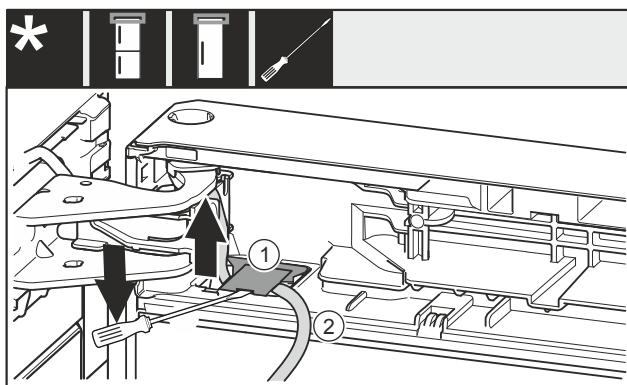

Fig. 24
- ▶ Emelje meg a fedelet lapos csavarhúzóval Fig. 24 (1), és húzza ki.
- ▶ Húzza ki a kábelt Fig. 24 (2).